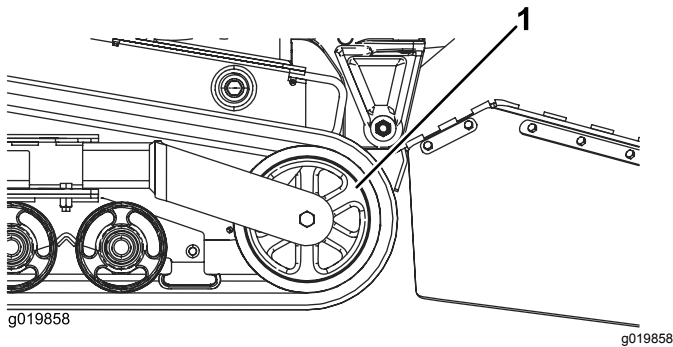

Figura 49
5. Empuje la rueda tensora hacia atrás hasta que haga tope (Figura 49).
7. Una vez retirada la oruga de la rueda tensora, retírela de la máquina (Figura 49).